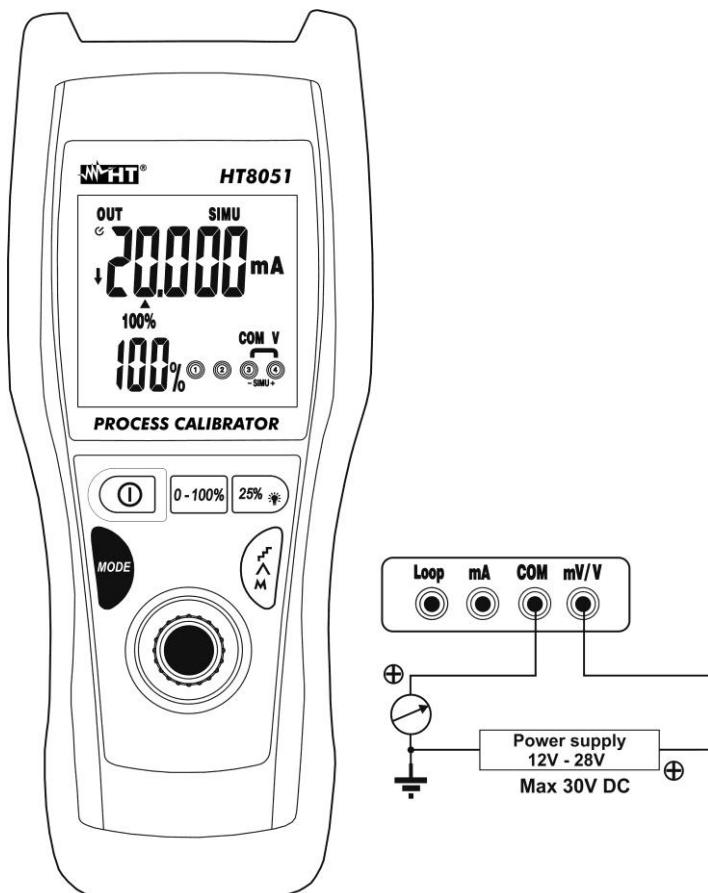

Fig. 8: Simulação de um transdutor
- Colocar a ponteira verde e a ponteira preta respectivamente nos pontos com potencial positivo da fonte externa e positivo do dispositivo externo de medição (ex: multímetro – ver Fig. 8).
- Para a geração do valor negativo da corrente rodar as ponteiras de medida no sentido oposto em relação à ligação da Fig. 8.